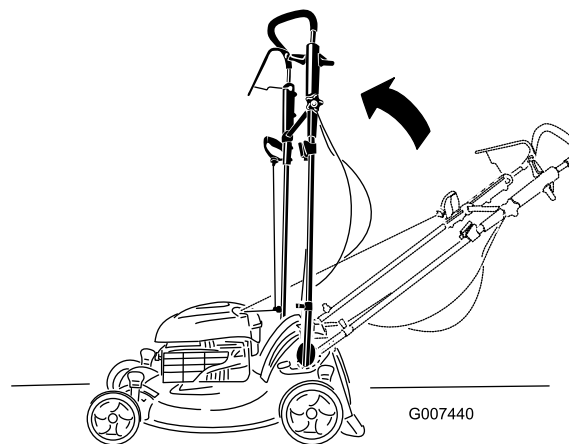

Figure 48
2. Amenez le guidon à la position verticale (Figure 48).